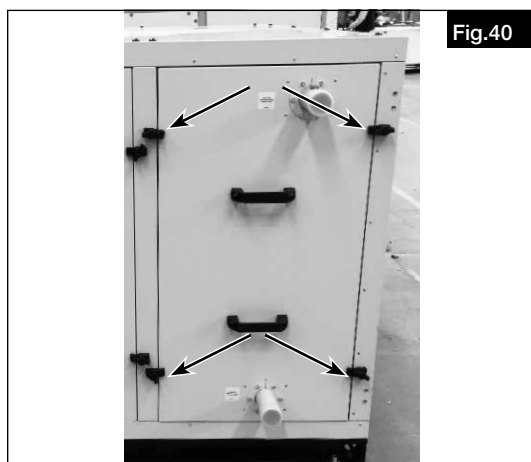

Fig.40
1. Retirer les pièces en tôle (voir Fig.40).